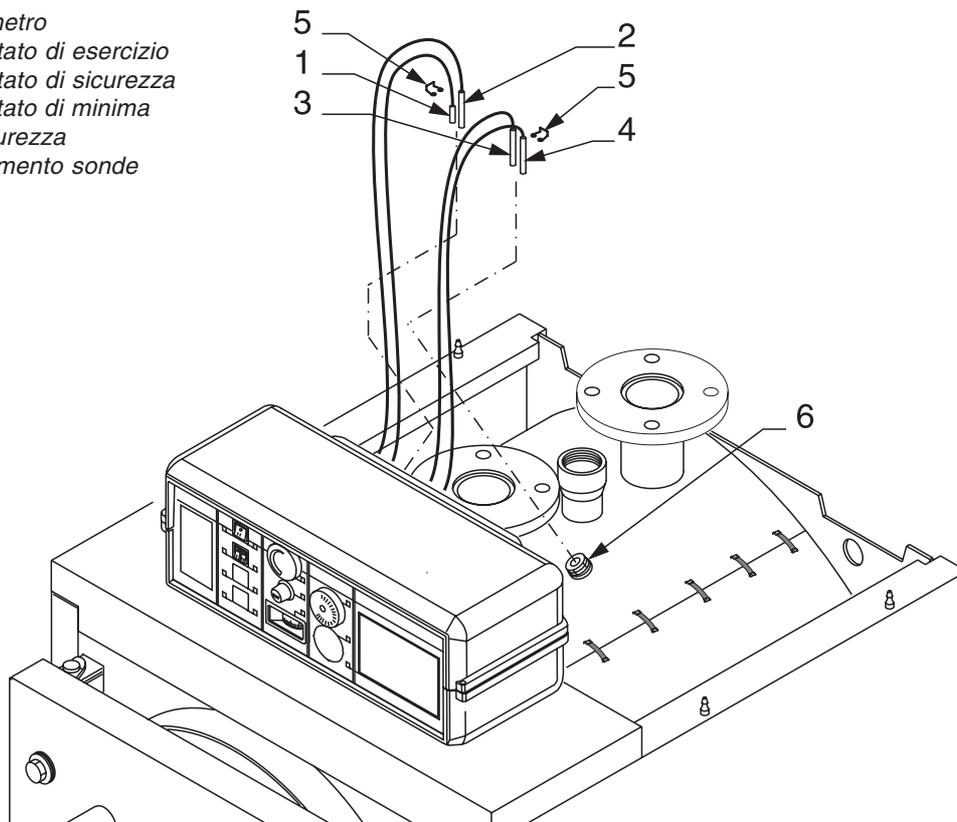

fig. 31
- A) Montare l'isolamento (pos. 1) del corpo caldaia e fissare i 2 lembi di giunzione con le mollette elastiche (pos. 2) fornite nella scatola accessori, agganciandole alla parte esterna in tessuto dell'isolamento.
- B) Posizionare i pannelli laterali (pos. 3 e 4) con la piega inferiore all'interno dei profili ad L sulla base del corpo caldaia ed agganciando la parte superiore nei tagli sulle piastre. Per determinare quale dei due fianchi sia il destro o il sinistro, fare riferimento alle piastrine passacavi (pos. 9): devono essere verso il davanti della caldaia.
- C) Aprire la porta della caldaia e montare l'isolamento anteriore (pos. 5) inserendo le cerniere negli appositi tagli. Inserire i bordi laterali dell'isolamento sotto la piega dei due fianchi (pos. 3 e 4).
- D) Fissare il pannello posteriore superiore (pos. 6) con le apposite viti autofilettanti. Montare i fermacavi (pos. 7) al pannello posteriore superiore.
- E) Togliere il coperchio del pannello strumenti, fissare la base sul pannello superiore (pos. 8) indirizzando nel foro centrale del pannello i cavi elettrici in entrata ed i capillari delle sonde in uscita.
- F) Inserire nelle guaine i bulbi degli strumenti come indicato in fig. 31 ed eseguire il collegamento elettrico del pannello comandi alla linea di alimentazione, al bruciatore ed alle eventuali pompe, etc.